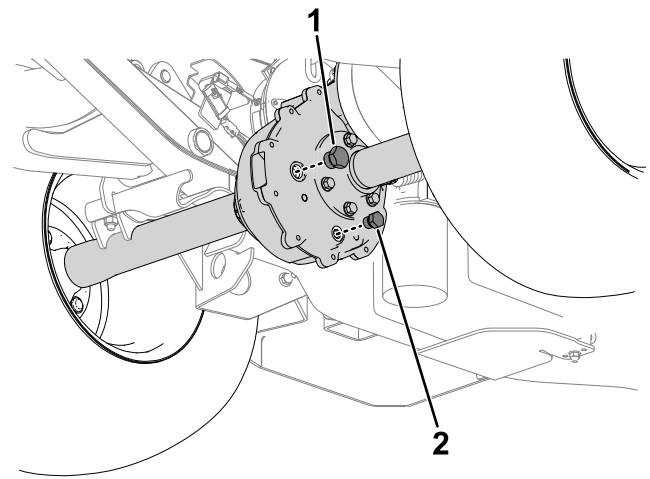

Figura 52
2. Îndepărtați bușonul de umplere (Figura 52).
3. Scoateți bușonul de golire (Figura 52) și lăsați lichidul să se scurgă complet.